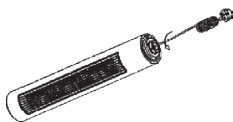

Рис. 1
6.1 Для того, чтобы установить корпус вентилятора на основание, открутите прижимную гайку от корпуса (рис.1).